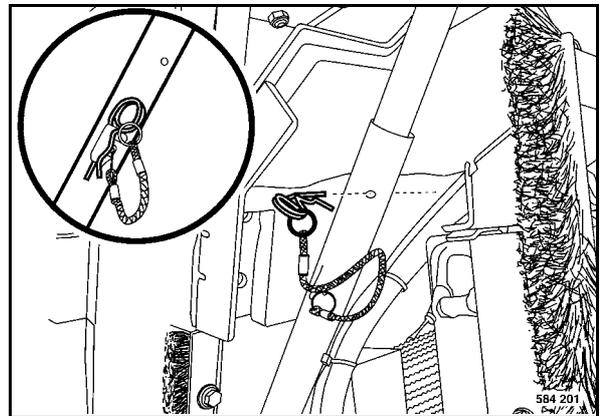

Рис. 156
- Полностью открыть и зафиксировать капот (Рис. 156).